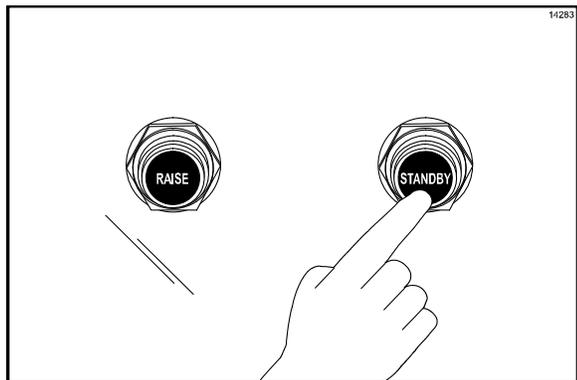

Figura 93
19. Oprima el botón negro STANDBY (Espera) para bajar la placa central. (Vea la figura 93.)